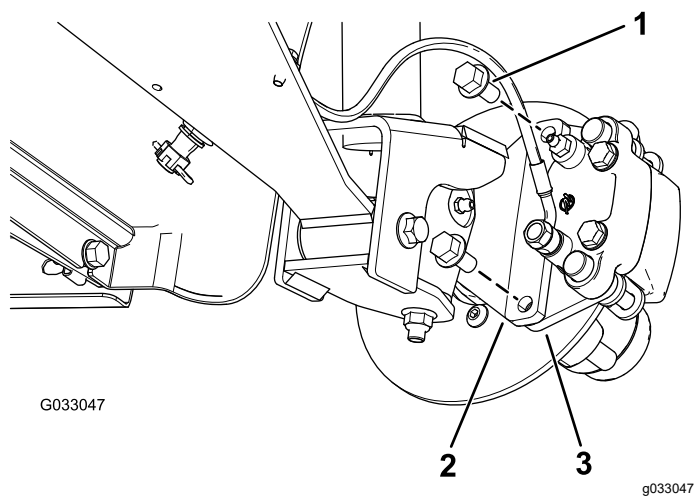
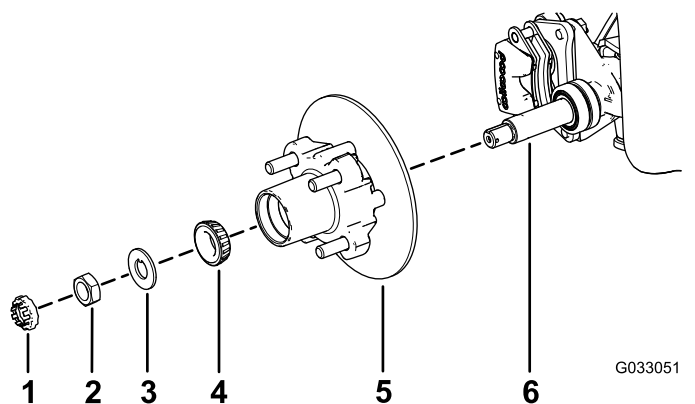

Figura 23
Figura 27
3. Retire os parafusos de cabeça flangeada ($\frac{3}{8}$ x $\frac{3}{4}$ pol.) que prendem o suporte para o conjunto dos travões ao eixo e afaste o travão do eixo (Figura 23).
1. Aplique uma leve camada do lubrificante especificado no eixo (Figura 27).
2. Monte o cubo e o rotor no eixo com o rotor interior (Figura 27).
3. Monte o rolamento exterior no eixo e coloque o rolamento na correia exterior (Figura 27).
4. Monte a anilha com patilha no eixo (Figura 27).
5. Enrosque a porca do eixo no eixo e aperte a porca com 15 N·m, enquanto roda o cubo para assentar o rolamento (Figura 27).
2. Alinhe as pastilhas dos travões com cada lado do rotor (Figura 23) e os orifícios no suporte da pinça com os orifícios na montagem dos travões da estrutura do eixo (Figura 27).
3. Prenda o suporte da pinça à estrutura do eixo (Figura 23) utilizando os dois parafusos de cabeça flangeada ($\frac{3}{8} \times \frac{3}{4}$ pol.).